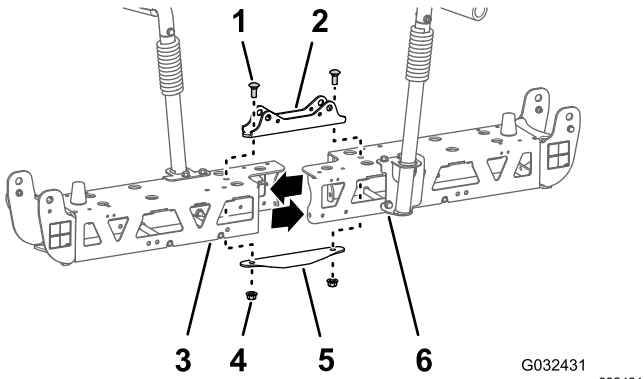

Figura 51
2. Retire los 2 pernos con arandela prensada (1/2" x 1") y las 2 contratuercas (1/2") que sujetan el soporte de los cilindros estrecho, los perfiles izquierdo y derecho del travesaño y la pletina de unión estrecha (Figura 51).